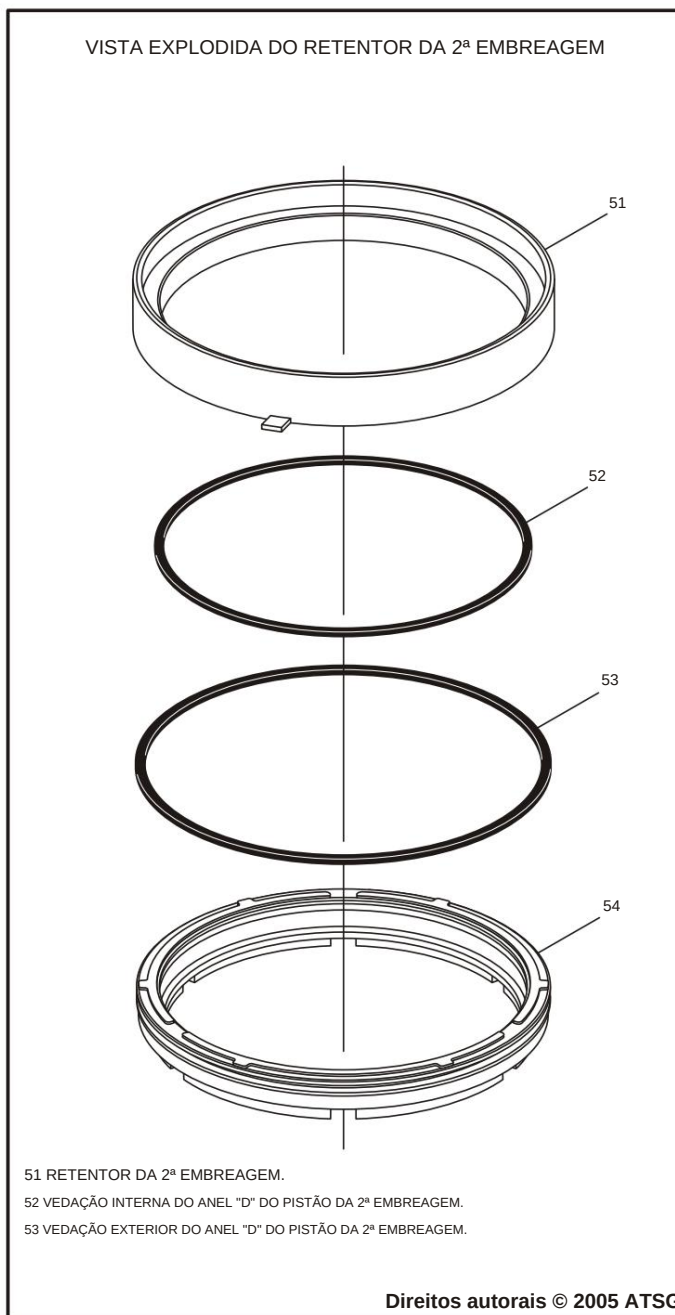

Figura 105
1. Desmonte o conjunto do retentor da 2ª embreagem usando a Figura 105 como guia.
2. Remova e descarte o anel de vedação "D" interno e externo do pistão, conforme mostrado na Figura 105.